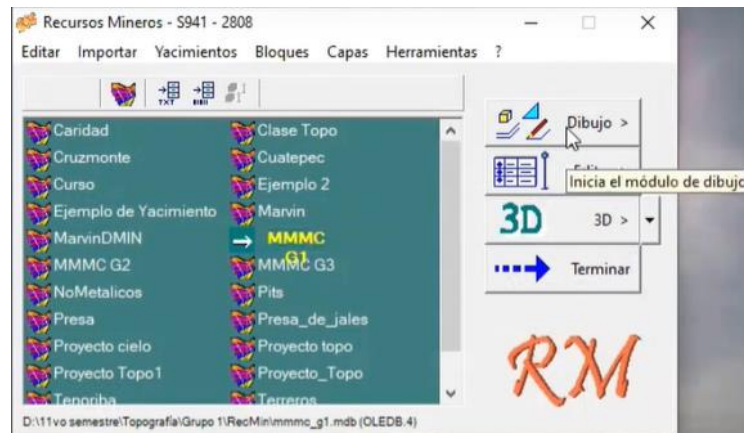

Figura 212. Módulo de dibujo.
56. En el Módulo de yacimientos, seleccionar el proyecto en el que se estará trabajando y presionar el botón “Dibujo” para abrir el Módulo de dibujo. Figura 212.